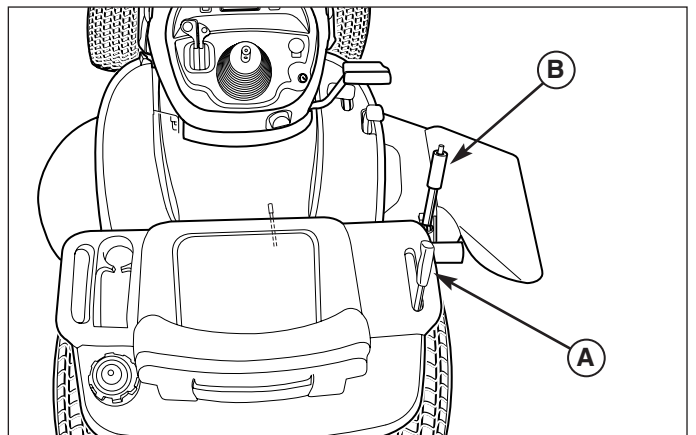

Figure 7. Relevage et abaissement de la tondeuse (Modèles de 102 cm)
2. Mettre la tondeuse sur la position de tonte la plus basse au moyen du réglage de hauteur de coupe (B, figures 7 et 8).
2. Mettre le réglage de hauteur de coupe (B, figures 7 et 8) sur la position la plus basse. Mettre également le levier de relevage sur la position la plus basse. Glisser la tondeuse sous le côté droit du tracteur de façon à ce que l'attelage de la tondeuse s'aligne sur l'attelage avant du tracteur.